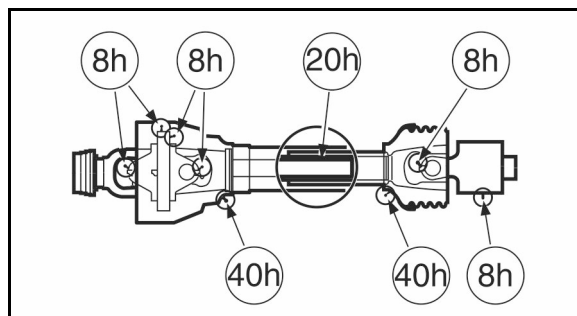

Fig. 25
3. Beide uitloopopeningen moeten 37,5 mm geopend zijn (Fig. 25).
Afstand tussen de roervinger en de trechterwand controleren. De roervinger moet evenwijdig aan de trechterwand staan op een afstand van 27 +1 mm (Fig. 25).